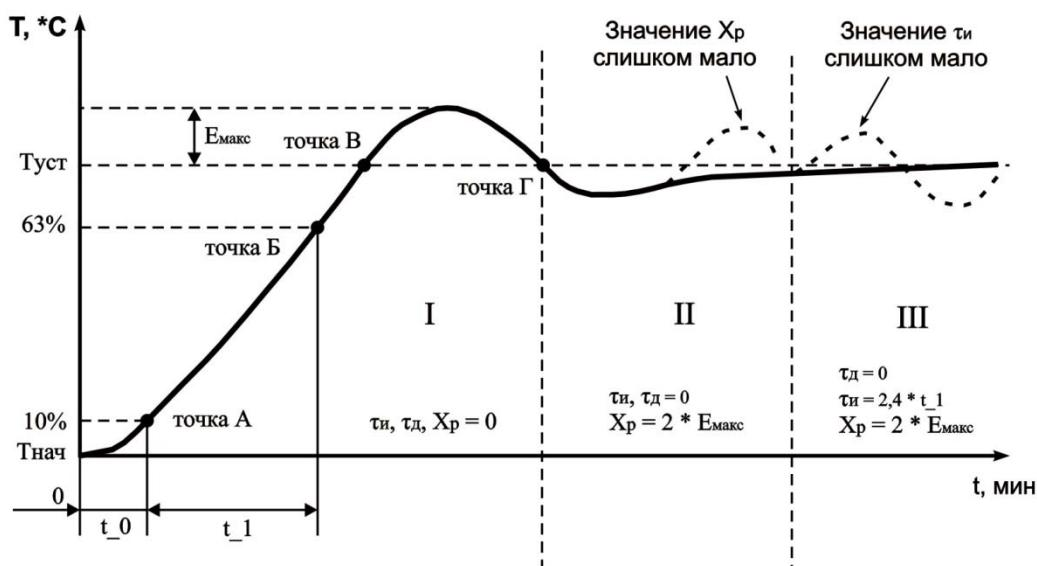

Рисунок 7.1 - Ручная настройка ПИД-регулятора
7.2.5.2.3 Установить значение параметра  $c_H1 = 3$  ( $c_H2$ ,  $c_H3$ ,  $c_H4$ ). После нажатия кнопки **ВВОД**, на индикаторе отобразится мигающая надпись “ $P_{\text{L}}d$ ” с соответствующим индикатором номера настраиваемого канала в течении времени 10 сек (время может меняться в зависимости от установленного времени фильтра  $F_E1$ ,  $F_E2$ ,  $F_E3$ ,  $F_E4$ ). По окончанию времени регулятор выдаст непрерывный максимальный выходной сигнал и на дисплее отобразится текущая температура с точкой в младшем разряде “xxx.”. В результате чего выходное реле нагрузки будет включено до тех пор, пока не будет достигнута величина температуры равная  $S_P$  ( $T_{\text{уст}}$ ). После выключения реле нагрузки (стадия I, точка В на рисунке 7.1) некоторое время температура по инерции будет продолжать увеличиваться. Как только контролируемая температура опустится ниже  $S_P$  ( $T_{\text{уст}}$ ), процесс автонастойки заканчивается (точка Г рисунок 7.1), на дисплее отображается непрерывная надпись “ $P_{\text{L}}d$ ”. OPTIDIN TP-101 вычисляет коэффициенты ПИД регулятора: полосу пропорциональности  $X_p$ , постоянную времени интегрирования  $T_H$ , постоянную времени дифференцирования  $T_d$ . После окончания автонастойки необходимо нажатием кнопки **МЕНЮ** перевести прибор в режим программирования, в котором можно посмотреть и скорректировать полученные значения коэффициентов.
7.2.6.3.6 Измерить максимальное значение перерегулирования между точками В и Г (Емакс. рисунок 7.1).